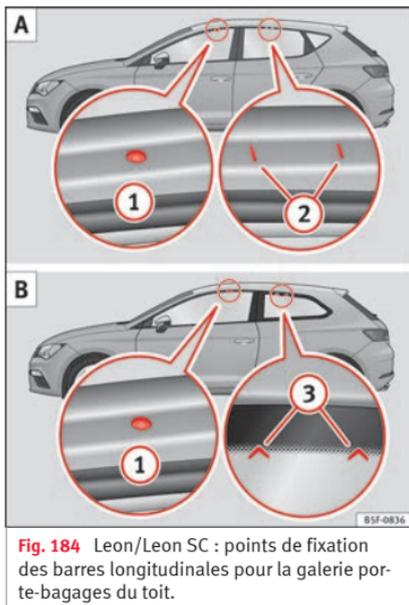

Fig. 184 Leon/Leon SC : points de fixation des barres longitudinales pour la galerie porte-bagages du toit.
Les points de fixation avant et arrière (1) et (2) peuvent uniquement se voir avec les portes ouvertes »» **fig. 184 A**.
Les points de fixation avant (1) sont uniquement visibles lorsque les portes sont ouvertes. Les points de fixation arrière (3) sont marqués sur le bord supérieur de la vitre latérale avec les pointes de flèche »» **fig. 184 B**.